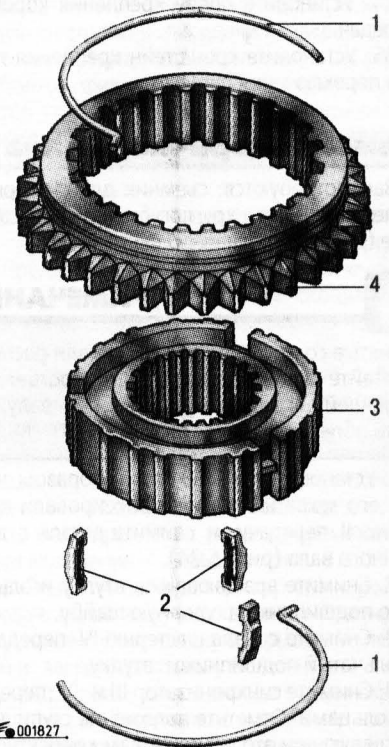

Рис. 5.30. Синхронизатор I и II передач: 1 — пружина; 2 — сухари; 3 — ступица синхронизатора; 4 — скользящая муфта
2. Поддев отверткой, снимите две пружины 1 (рис. 5.30).